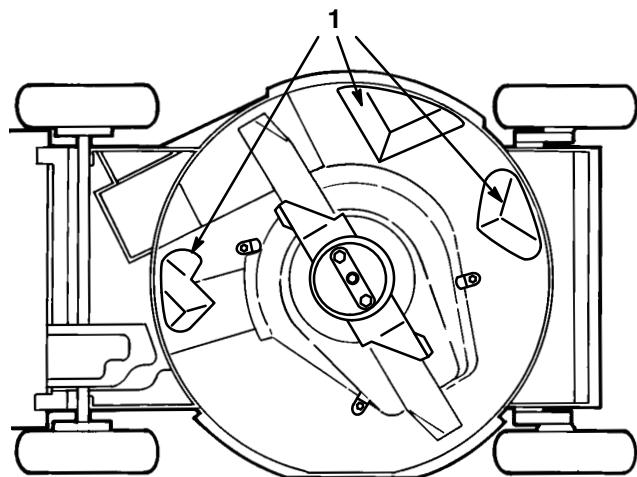

Figure 30
Mantenga limpia la parte inferior de la caja de la cortadora. Tenga especial cuidado en mantener limpios de basura los deflectores (Fig. 30).
- Incline la cortadora hacia el lado izquierdo (Fig. 30).